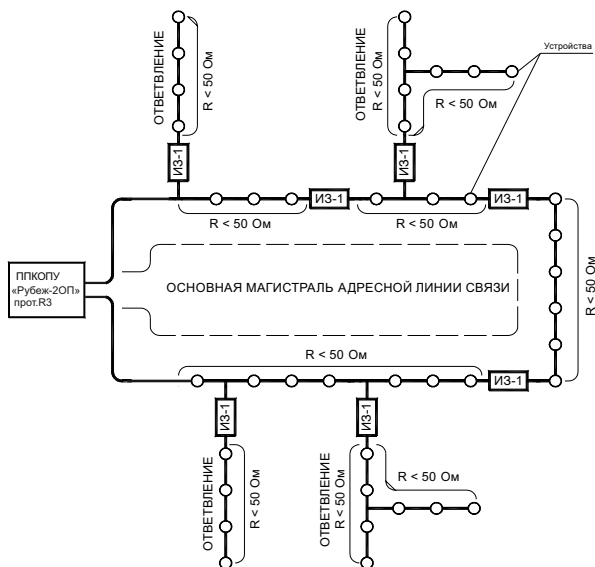

Рисунок 4
- разрывать кольцевую АЛС (рисунок 4) между двумя местами установки изоляторов шлейфа. Это локализует участок между изоляторами и оставляет работоспособными остальные участки АЛС.
- кольцевой АЛС с ответвлениями (рисунок 4).